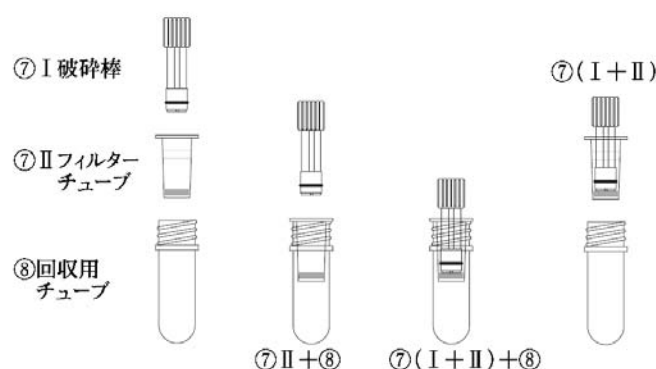

図1. バイオマッシャー®
④ 採材用トレイ	50個
⑤ 採材用メス	50個
⑥ 採材用フォーク	50個
⑦ バイオマッシャー® (図1) I 破砕棒	50個